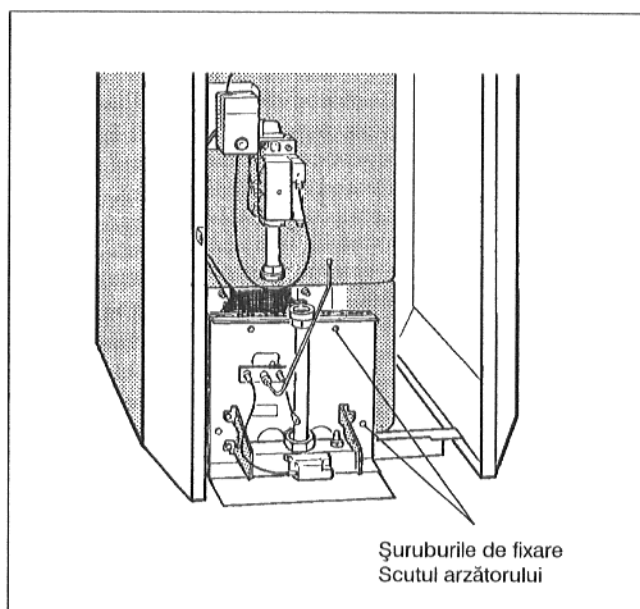

Fig. 43: Se demontează arzătorul de gaz
- Se desfac șuruburile de fixare de pe scutul arzătorului și se scoate arzătorul de gaz (Fig. 43)